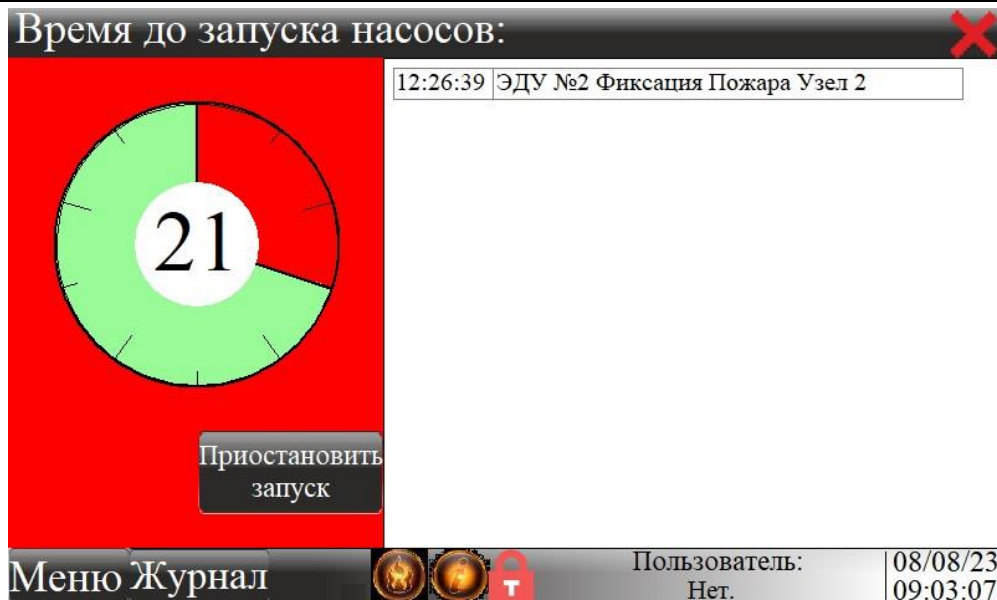

Рисунок 13 – Окно «Пуск»
8.13 При поступлении сигнала «Пуск» откроется окно пуска - рисунок 13, в котором будет происходить обратный отсчёт времени до запуска.